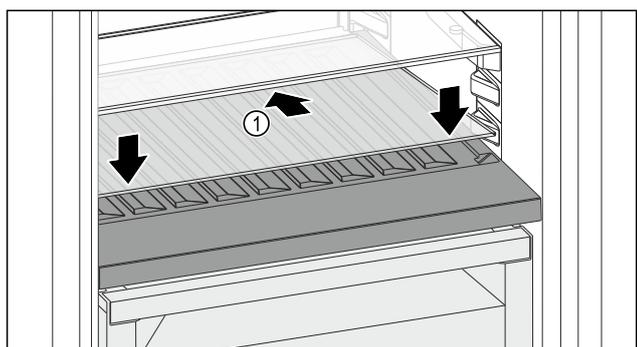

Fig. 111
- Posizionare il ripiano di vetro Fig. 111 (1) inclinato indietro e verso il basso.
- Abbassare la parte anteriore del ripiano di vetro Fig. 111 (1).